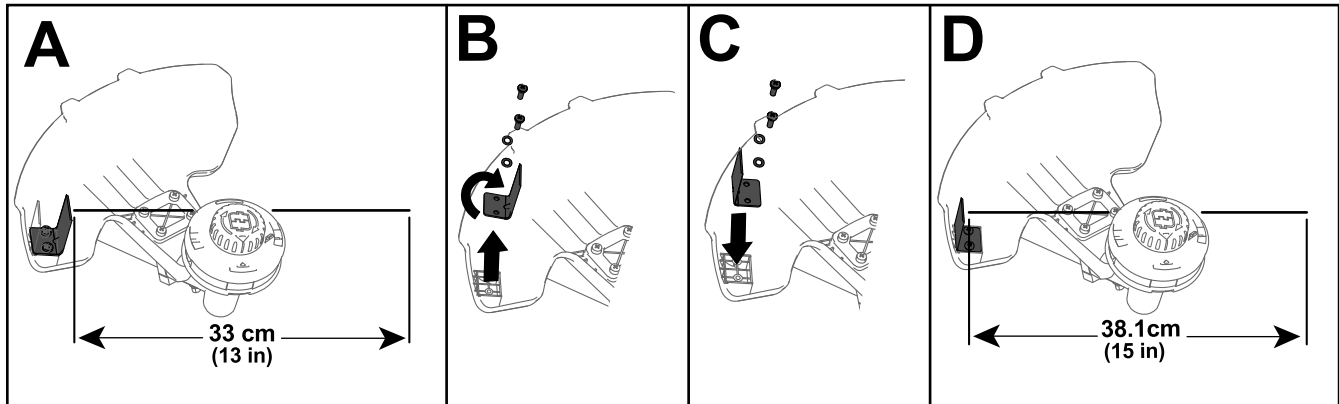

Figure 14
La débroussailleuse est réglée à l'usine pour offrir une largeur de coupe de 33 cm (13 po), comme montré en A de la Figure 14. Reportez-vous aux instructions suivantes pour régler la largeur de coupe à 38 cm (15 po), comme montré en D de la Figure 14.
1. Déposez l'équerre de réglage au fond du déflecteur en retirant les 2 vis de fixation (B de la Figure 14) et tournez l'équerre de 180°.
2. Remettez ensuite les 2 vis retirées précédemment (C de la Figure 14).